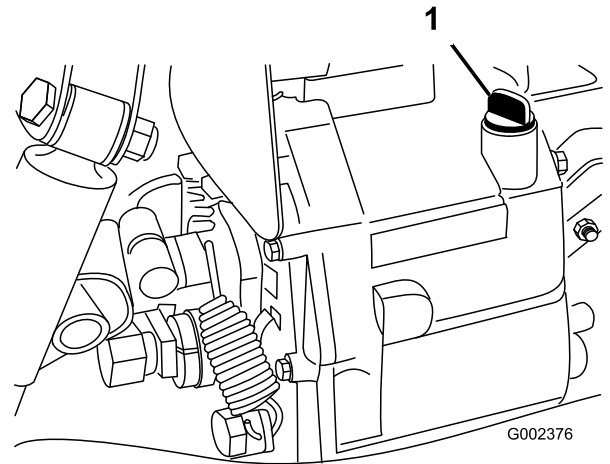

Figure 64
4. Nettoyez la surface autour de la jauge (Figure 64).